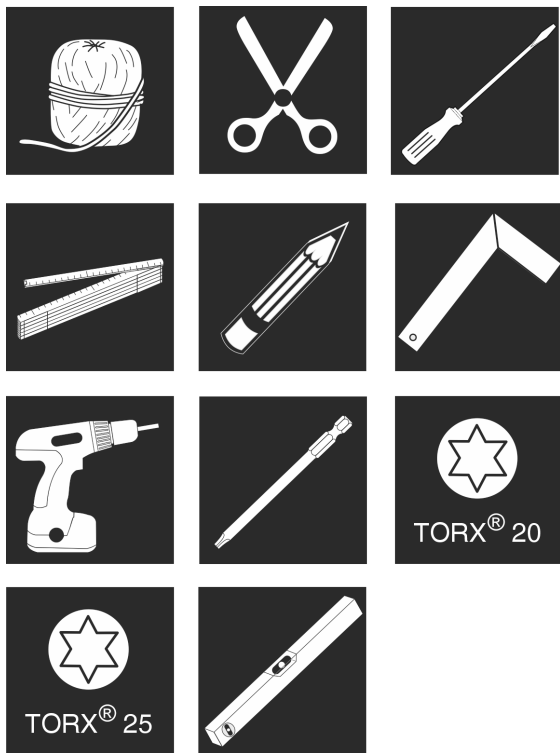

Fig. 9
1. Ta fram verktyg. *Fig. 9 ()*